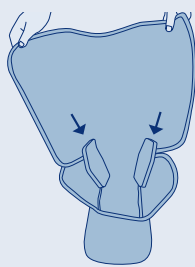

Fig.3
5. In dotazione ci sono dei comodi cuscinetti in materiale espanso che possono essere spostati per aumentare il comfort oppure rimossi per aumentare l'ampiezza mediolaterale. (fig.3)